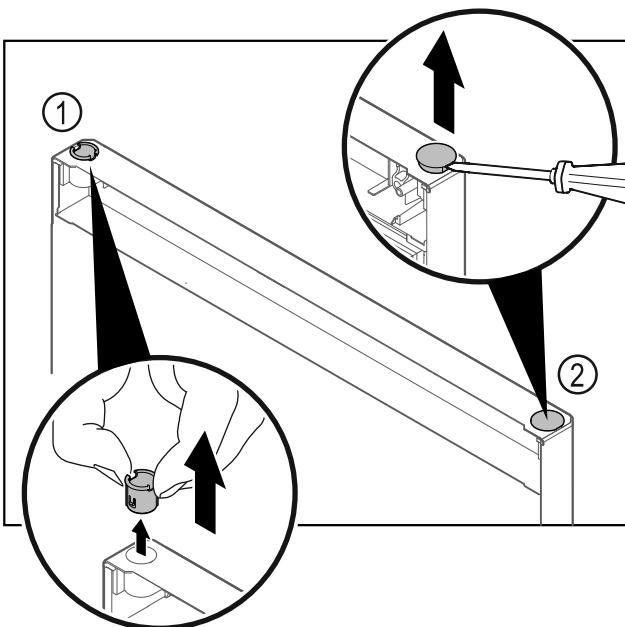

Fig. 28
- Extraer el casquillo de bisagra Fig. 28 (1) con los dedos.
► Levantar cuidadosamente el tapón Fig. 28 (2) con un destornillador para tornillos de cabeza ranurada y extraerlo.